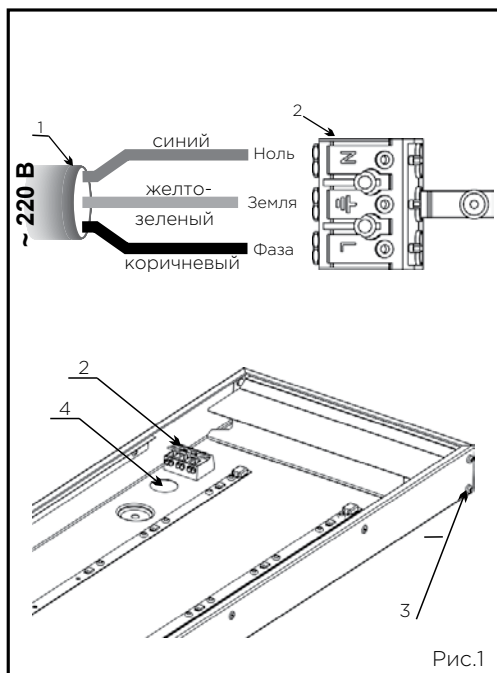

Рис.1
- Для того, чтобы подключить светильник ССВ с типом корпуса “коридорный”, а также все светильники с внутренним способом подключения (клеммная колодка внутри) к электрической сети необходимо (рис.1):